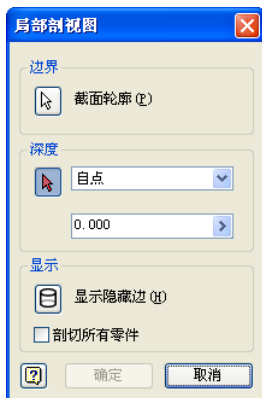

图 5-28 “局部剖视图”对话框
(1) 单击【放置视图】标签栏【创建】面板上的【局部剖视图】工具按钮,然后选择图纸内的一个已有的视图,这时打开【局部剖视图】对话框,如图 5-28 所示。